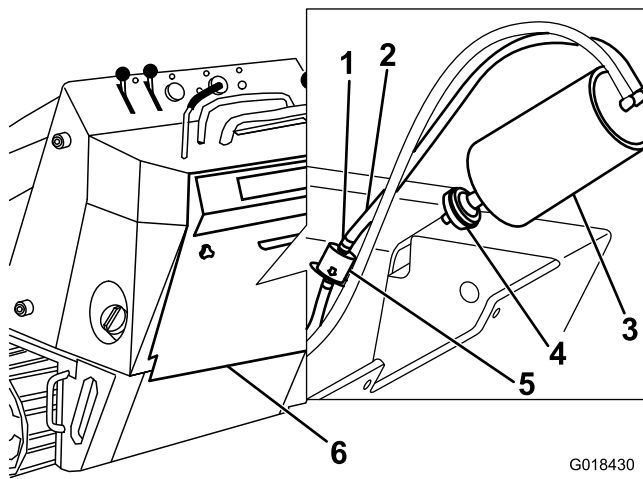

Figura 34
3. Retire y deseche el filtro de aire (**Figura 34**).
4. Instale un filtro nuevo en el cartucho de carbón (Figura 34).
3. Aleje del filtro las abrazaderas de muelle de ambos lados del filtro del tubo de purga del cartucho de carbón (Figura 34).
4. Retire y deseche el filtro del tubo de purga (Figura 34).
5. Instale un filtro nuevo en el tubo con la flecha del filtro apuntando en el sentido opuesto al cartucho de carbón, y sujételo con las abrazaderas (Figura 34).